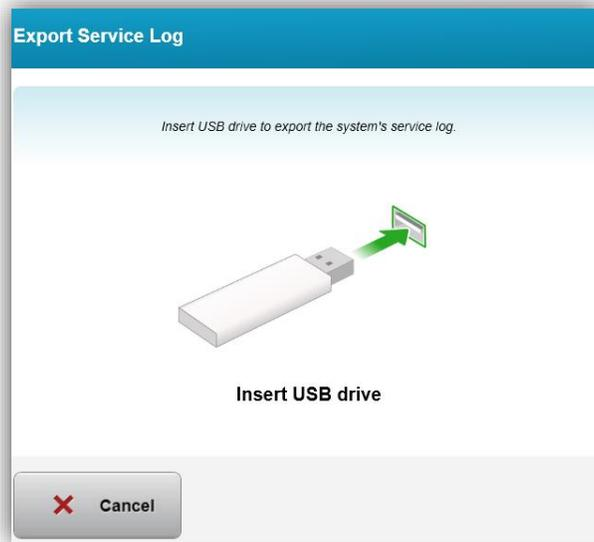

Figure 3-56. Exporter le journal de service vers le disque USB
- Suivez les instructions à l'écran pour connecter un disque USB au port USB, comme illustré à la figure 3-56.